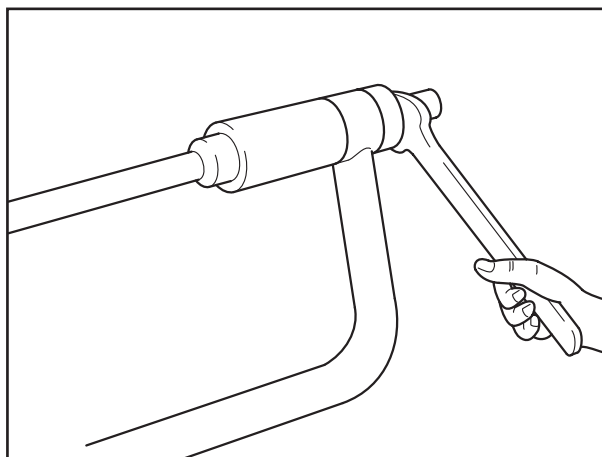

Рис. 3
- [4] Проверить сайлентблоки П-образного стабилизатора на износ, при необходимости заменить их при помощи монтажного инструмента (идент. № BPW 14.825.11744) (рис. 3), см. также раздел 4, операции № 23 - 25.